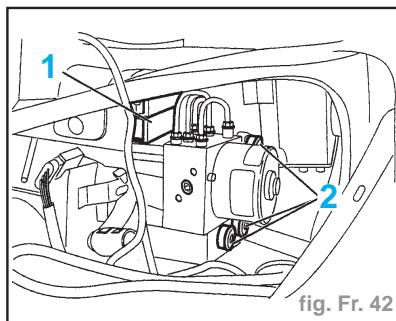

fig. Fr. 42
- Débrancher le connecteur (25V.NR) (fig. Fr. 42).